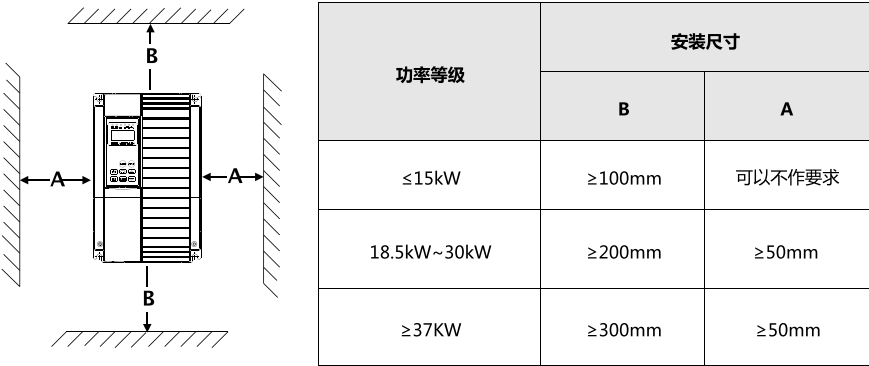

图 3-1
1) 请垂直安装变频器，便于热量向上散发。但不能倒置。若柜内有较多变频器时，最好是并排安装。在需要上下安装的场合，请参考图 3-1 的示意，安装隔热导流板。
2) 安装空间遵照图 3-1 所示，保证变频器的散热空间。但布置时请考虑柜内其它器件的散热情况。